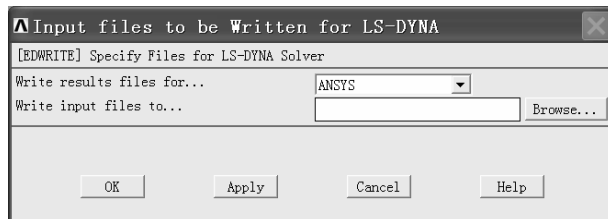

图 1-47 “Input files to be Written for LS-DYNA”窗口
(1) 依次选择 Main Menu>Preprocessor>Solution>Write Jobname.k，弹出“Input files to be Written for LS-DYNA”窗口（见图 1-47）。